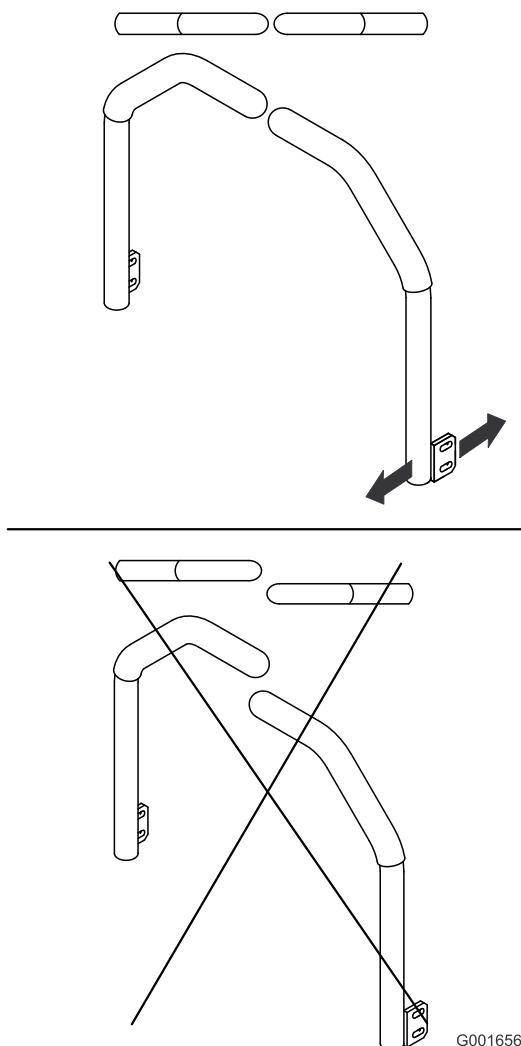

Figure 57
5. Réglez les leviers de commande de sorte à les aligner et serrez les boulons de fixation des leviers aux montants (Figure 57).